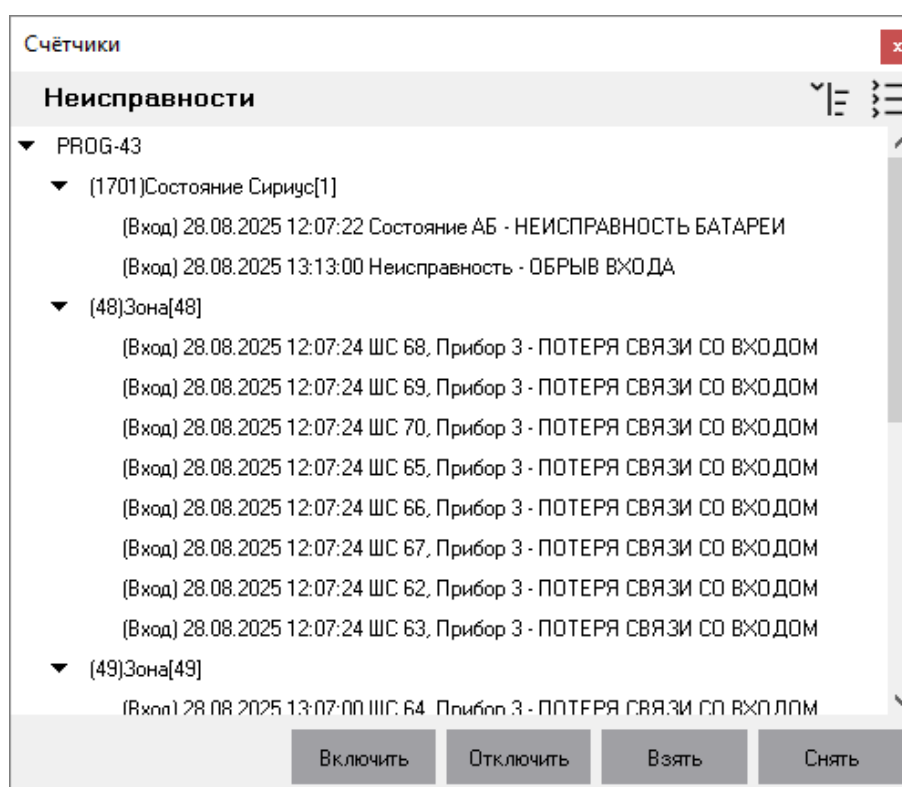

Рисунок 8-120 Функциональная вкладка "Счетчики" без отображения счетчиков
- без отображения счетчиков (см. Рисунок 8-120) – когда счетчики отображаются на панели счетчиков (см. п. 8.2.2) и на вкладке «Счетчики» отображаются элементы с состояниями, соответствующими счетчику, выбранному в панели счетчиков;